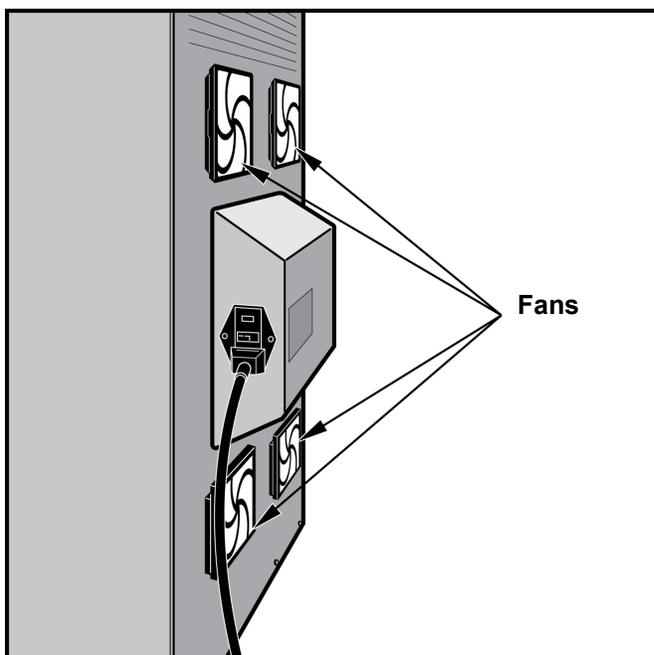

Figure 9-18. t GeneXpert GX-XVI R1 positionné de manière à pouvoir accéder aux ventilateurs
Nettoyez les filtres de ventilateur toutes les semaines ou plus fréquemment si nécessaire. Le GeneXpert GX-XVI R1 comporte quatre filtres de ventilateur. Emplacement des filtres de ventilateur à l'arrière du GX-XVI R1. Voir Figure 9-18. Le matériel nécessaire à la procédure est le suivant :
3. Si l'accès à l'arrière de l'instrument est difficile, faire pivoter l'instrument de manière à pouvoir accéder facilement aux couvercles des filtres. Voir la Figure 9-18.